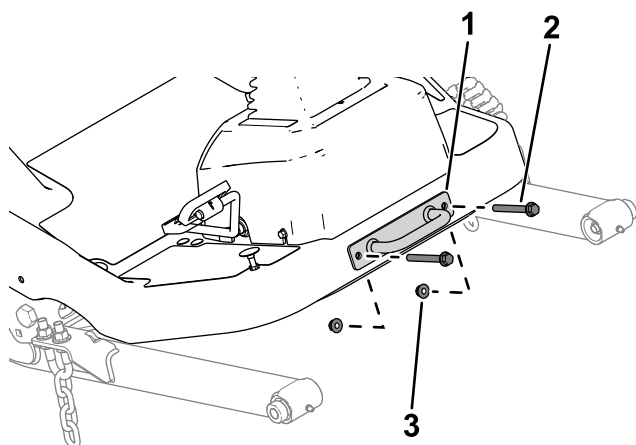

Figura 17
- Scoatei suportul de fixare de pe platformă (Figura 17).